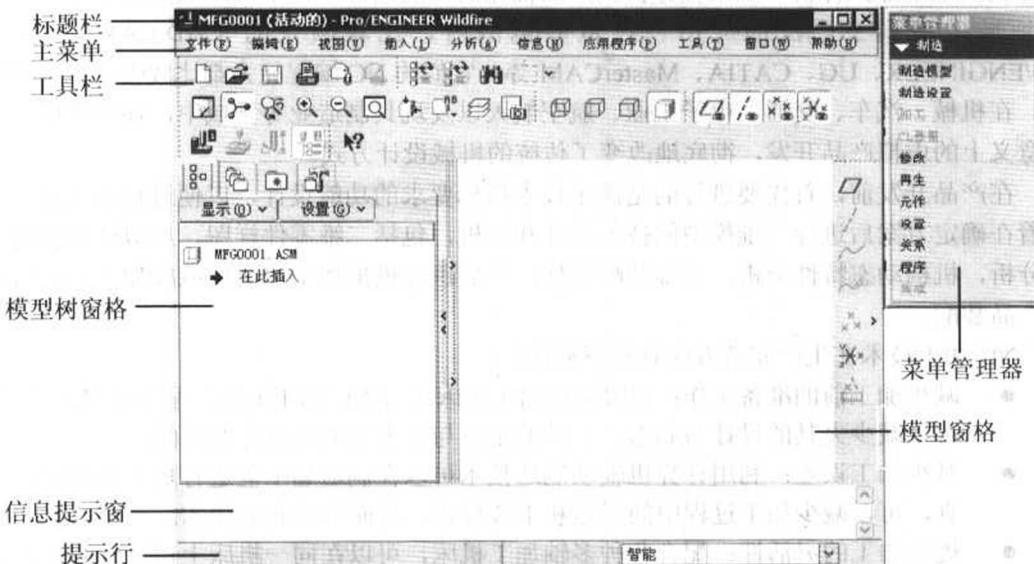

图 1.1 Pro/ENGINEER Wildfire 的主界面
启动后，进入 Pro/ENGINEER Wildfire 的主窗口，其界面如图 1.1 所示。
- (3) 工具栏：从图 1.1 中可以看出，工具栏位于主菜单的下面。它是常用菜单命令的快捷方式，这样可以省去用户查找菜单的麻烦。如果将鼠标指针放置在工具按钮上停留一会儿，则显示关于该按钮的提示，这样就可以知道它们的作用了。当然，工具栏中的内容是可以变化的，用户可以根据自身的需要进行定义。基本的工具栏可分为 6 部分：
- (4) 信息提示窗：显示当前操作状态提示信息并提供用户在操作过程中的各种数据文本框。
- (5) 提示行：窗口最下方的 Windows 状态条，它提示所选操作的具体步骤及含义。它同信息提示窗不同，只给出操作结果信息，帮助用户更顺利地完成各种选项的设置。
- (6) 模型窗格：显示操作过程中的加工几何图形，如加工模型、加工几何参数和加工刀具路径等数据显示。
- (7) 模型树窗格：该窗格可以将建立起来的几何模型结构以树状图的方式表示，从而使用户能快速地了解模型的建立过程及数据结构。如果用户想获得大的模型窗格空间，可以关闭该窗口显示。
在【类型】选项组中选择【制造】单选按钮，在【子类型】选项组中选择【NC 组件】单选按钮，在【名称】文本框中输入欲加工的文件名称，单击【确定】按钮。系统进入加工制造模式，同时从【菜单管理器】中弹出【制造】菜单，如图 1.1 所示。